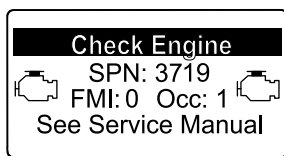

Figure 51
- Avertissement moteur SPN 3719, FMI : 0 (Figure 51)